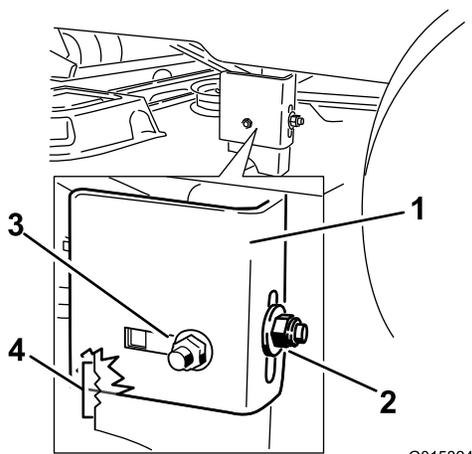
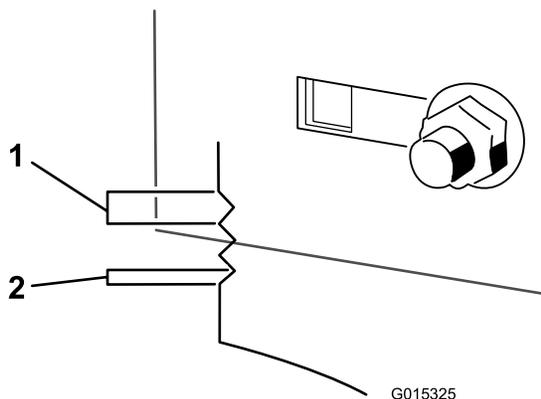

Bild 51
Bild 52
10. Lösen Sie die seitliche Sicherungsmutter am Hängeprofil so viel, dass Sie das Profil einstellen können (Bild 51). Messen Sie mit den Kerben an der geschweißten Halterung die Größe der Anpassung. Jede Kerbenoberfläche entspricht 6,35 mm, eine Seite entspricht 3,17 mm (Bild 52). Stellen Sie das Mähwerk auf die gewünschte Höhe.
11. Stoppen Sie das Mähwerk an der eingestellten Stellung und ziehen Sie die hintere Sicherungsmutter am Hängeprofil fest, um die neue Stellung zu arretieren (Bild 51). Ziehen Sie die seitliche Sicherungsmutter am Hängeprofil fest.